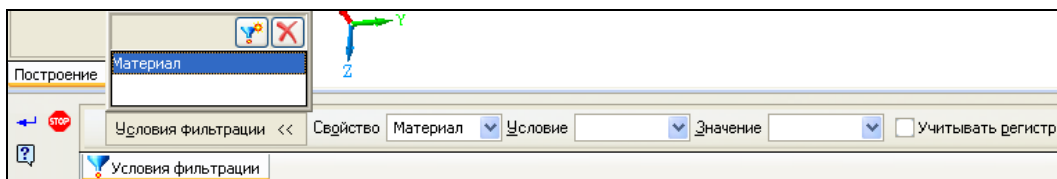

Рис. 9.23. Вкладка Условия фильтрации
- ◆ нажмите кнопку **Настроить фильтр объектов по свойствам** на Панели специального управления. Появится вкладка **Условия фильтрации**. На этой вкладке, чтобы задать или отредактировать условия фильтрации, нажмите кнопку **Добавить условие**. После этого на вкладке **Условия фильтрации** Панели свойств активизируются элементы управления вкладкой (рис. 9.23), рассмотренные в табл. 9.3;